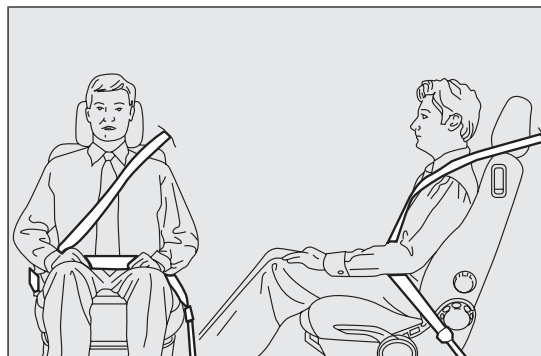

РИС. 79
**ПРЕДУПРЕЖДЕНИЕ** Лямка ремня не должна быть перекручена. Верхняя часть ремня должна проходить по плечу и пересекать торс по диагонали. Нижняя часть должна прилегать к тазу (как показано на РИС. 79), а не к животу пассажира. Не пользоваться устройствами (заколки, держатели и т.д.), которые не позволяют ремням прилегать к телу пассажиров.